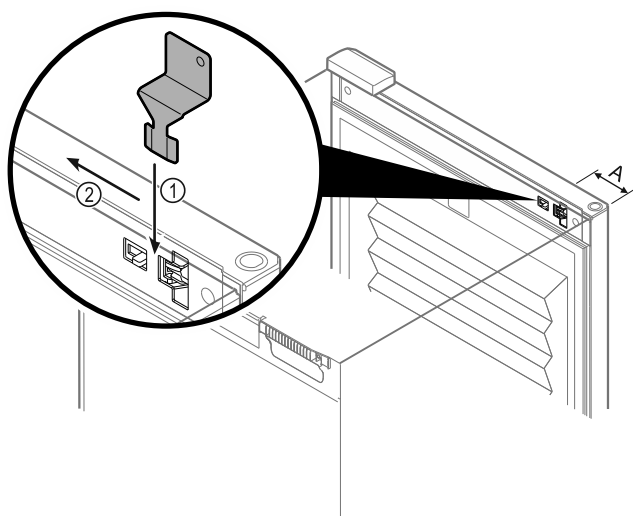

Fig. 218
- Posizionare la chiave di sblocco di emergenza nel punto specificato Fig. 218 (A) ≈ 100 mm.
- Inserire la chiave di sblocco di emergenza tra la porta e il corpo dell'apparecchiatura dall'alto fino all'arresto Fig. 218 (1).
- Tirare la chiave di sblocco di emergenza verso il lato della cerniera Fig. 218 (2).